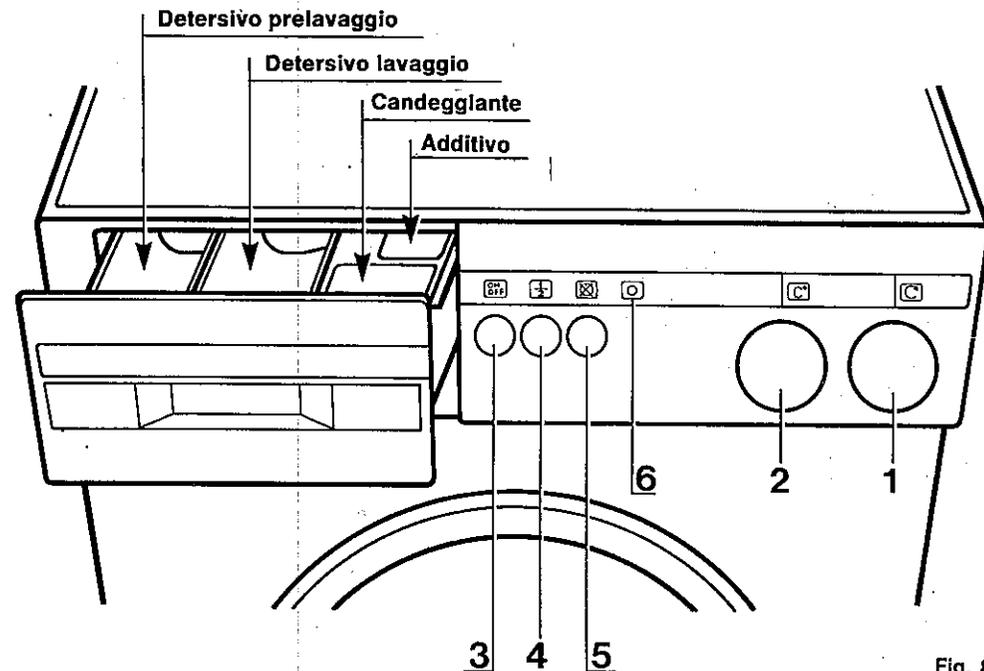

Fig. 8
5. Selezionare la temperatura di lavaggio desiderata girando la manopola "2" (fig. 8) in senso orario secondo le indicazioni della "Tabella Programmi".
7. Caricare il detersivo. Il detersivo e gli additivi vanno caricati attraverso il portello a quattro scomparti posto a sinistra del pannello comandi ai quali si accede aprendolo verso l'esterno (fig. 8).
8. Scegliere il programma di lavaggio secondo le indicazioni della "Tabella Programmi". Ruotare la manopola programmatrice "1" (fig. 8) fino a che l'indice coincide con il numero del programma prescelto.
9. Quando il carico di biancheria è ridotto, si può risparmiare acqua premendo il pulsante risparmio "4" (Fig. 8).
del programmatore "1" (fig. 8) in senso orario nel programma da svolgere, premere il pulsante di marcia "3" (Fig. 8). Contemporaneamente si accende la lampada spia indicando che la macchina è in funzione.
1) Prima di aprire il portello oblò assicurarsi che l'acqua sia stata completamente scaricata dalla vasca; in caso contrario ruotare la manopola del programmatore "1" (fig. 8) in posizione "15" e premere il pulsante di avviamento "3" (fig. 8).